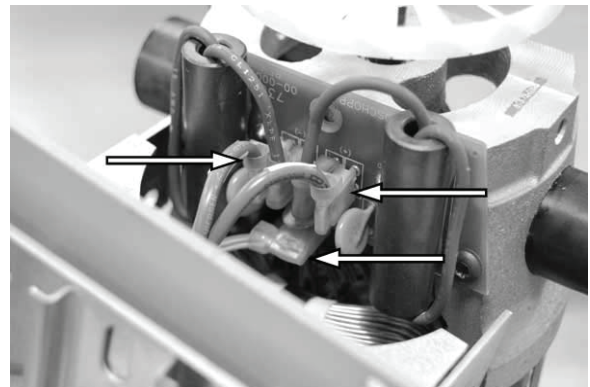

Abbildung 22.
4. Siehe Abbildung 22. Die drei Motorkabel trennen.